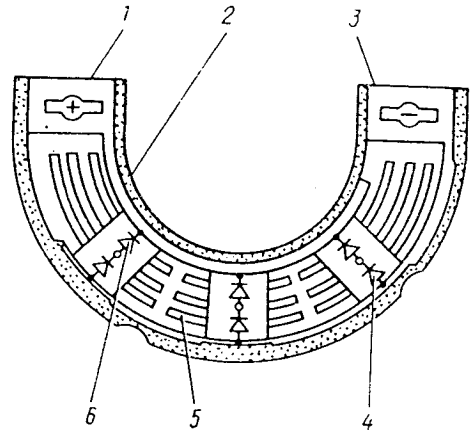
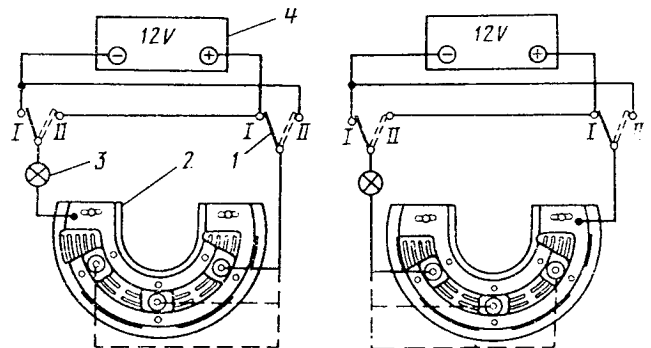

Bild 217. Gleichrichtereinheit:
Bild 218. Prüfschema für Dioden:
**Gleichrichtereinheit БГТ-1 (bzw. ПБВ-4-45).** Gleichrichtereinheit (Bild 217) gründlich von Schmutz reinigen. Dioden mit Hilfe einer Kontrolllampe prüfen (Bild 218). Da in jedem Teil der Gleichrichtereinheit Dioden von verschiedener Polarität montiert sind, sind sie bei verschiedener Polung der Akkumulatoren-batterie zu prüfen. Bei einer einwandfreien Diode in Schalterstellung I muß die Lampe brennen, während sie in Stellung II nicht brennen soll. Falls die Lampe in Stellung I nicht brennt, so weist dies auf eine Unterbrechung des Diodenüberganges hin. Brennt die Lampe in Schalterstellung II, so zeugt dies von einem Kurzschluß in der Diode.